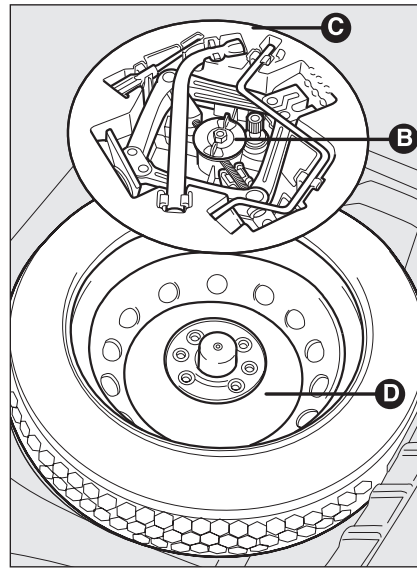

fig. 3
- dévisser le dispositif de blocage **B-fig. 3**;
- ranger la roue galette **D-fig. 3** dans son logement dans le coffre à bagages;